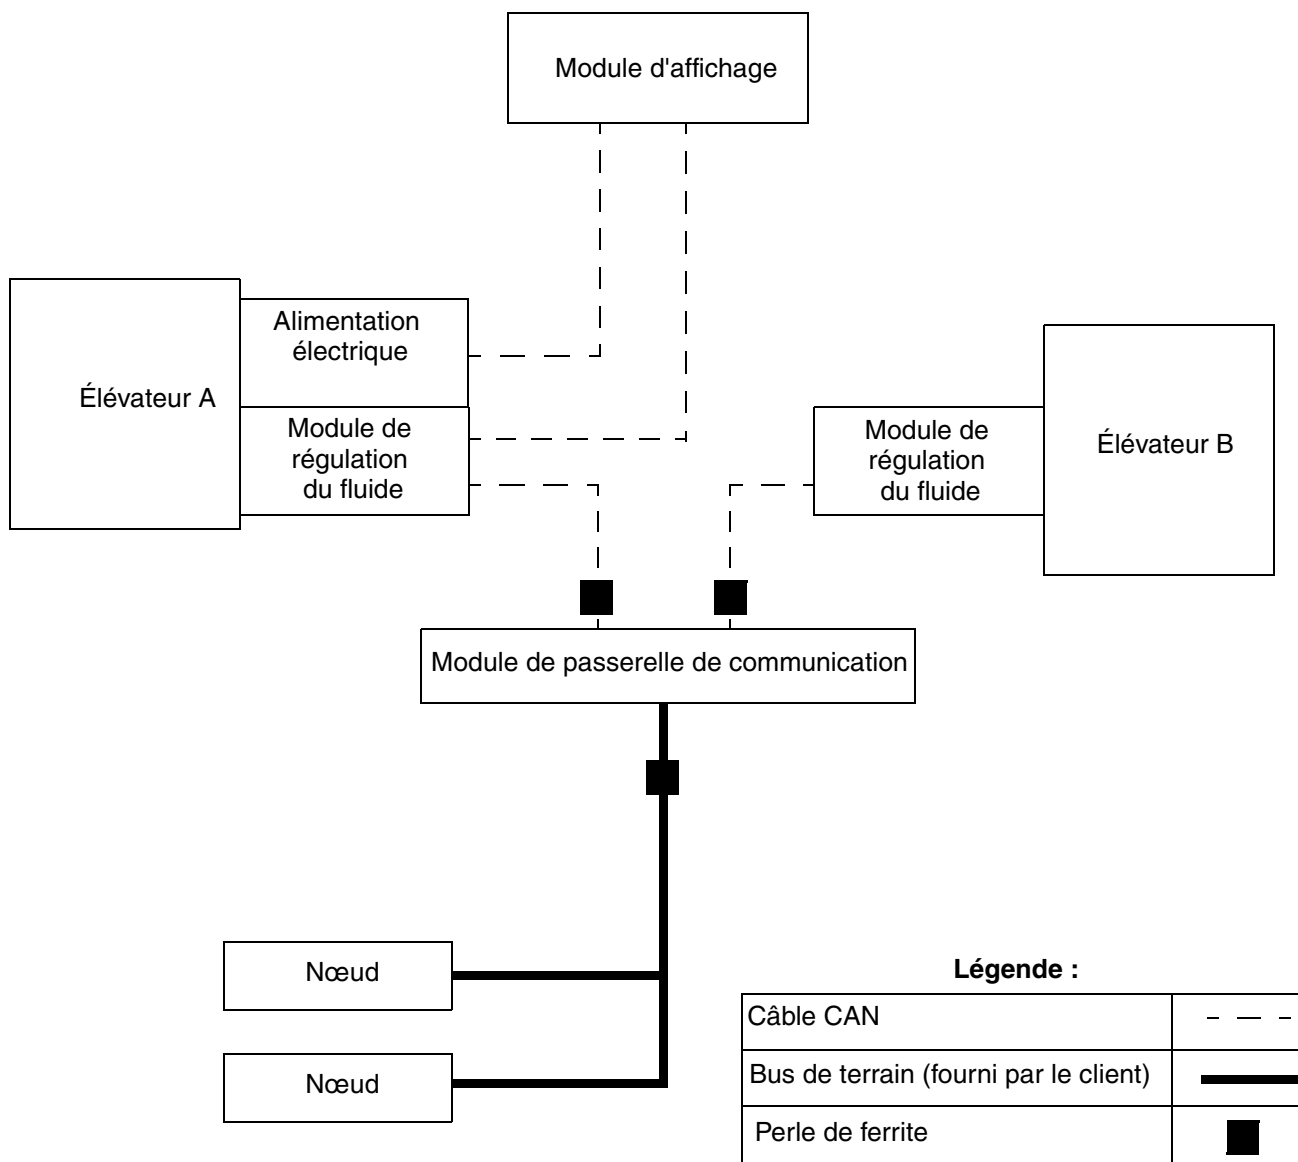
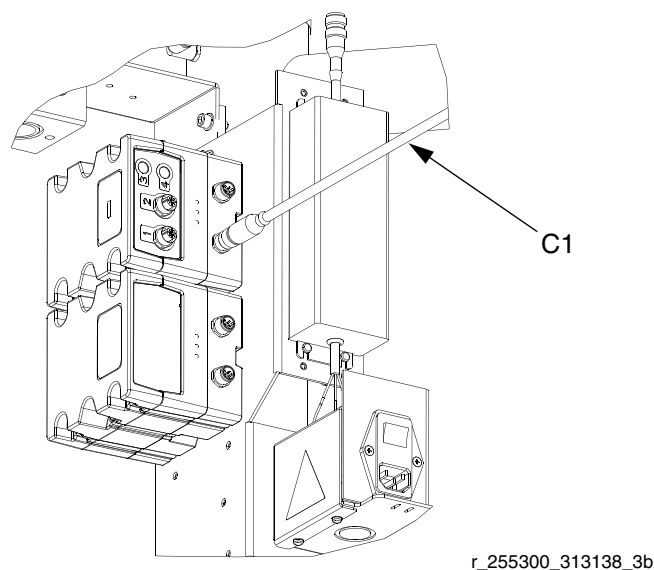
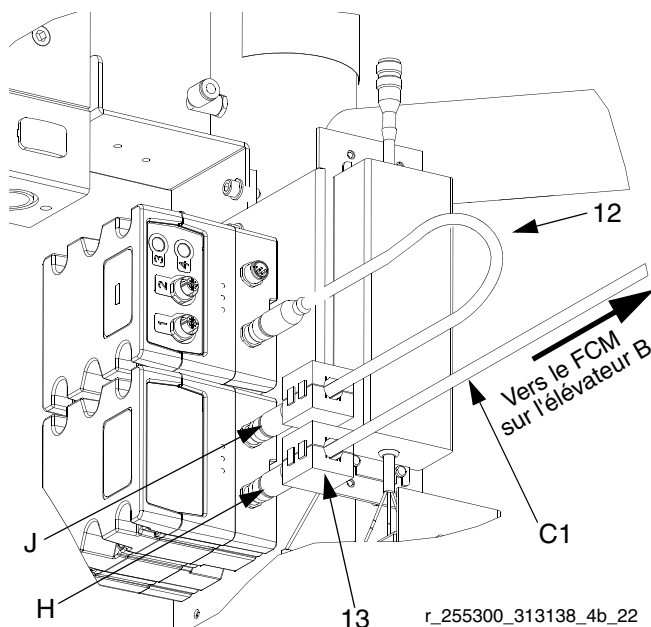
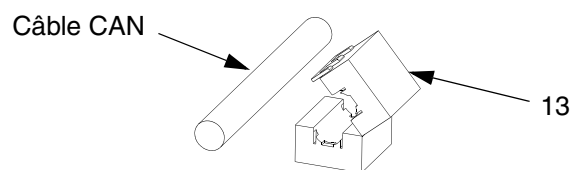

FIG. 1 : Installation type
FIG. 4 : CGM et FCM sur l'élévateur A
FIG. 5 : Connexions du CGM et du FCM sur l'élévateur A
FIG. 6 : Fixation de la perle de ferrite
9. Raccordez le câble CAN (C1) au connecteur CAN inférieur (H) du CGM et au module de contrôle des fluides sur l'élévateur B. Consultez la FIG. 4 et la FIG. 5.
10. Raccordez le câble CAN fourni (12) au connecteur CAN supérieur (J) au CGM et au module de contrôle des fluides sur l'élévateur A. Consultez la FIG. 4 et la FIG. 5.
11. Fixez deux perles de ferrite (13) sur les câbles CAN adjacents au CGM. Consultez la FIG. 1 et FIG. 5 pour connaître les emplacements des perles.
16. Fixez la perle de ferrite (13) sur le câble de bus de terrain adjacent au CGM. Consultez la FIG. 1, page 3, pour connaître les emplacements des perles. Consultez la FIG. 6.